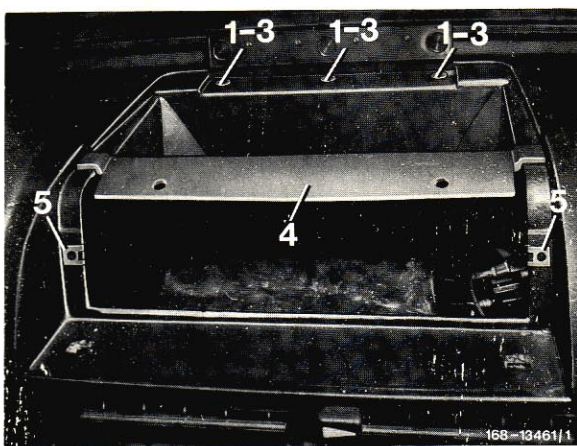

Bild 1
Änderung: Ziffer 3 und 4 sowie Bild 1 geändert.
- 3 Steckklipsmutter (1) an der Instrumententafel montieren. Anschließend Schale einlegen und befestigen (Bild 1).
- 4 Steckklipsmutter (5) an der Instrumententafel montieren (Bild 1).